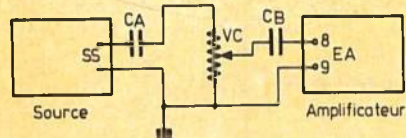

figure 4
Avec la plupart des sources de signaux BF, il convient de disposer de réglages de gain et de tonalité. A la figure 4, on montre comment connecter un réglage de gain (VC) entre la source S et l'amplificateur.
Entre les deux CI, on intercalera le VC et le potentiomètre de tonalité (simplifiée) comme indiqué aux figures 4 et 5. Les condensateurs de liaison seront $C_A = C_B = 0,1 \mu F$, $VC = 100 k\Omega$.
Un VC normal pourra être ajouté entre la sortie de cet amplificateur et l'entrée de l'amplificateur (voir figure 4).